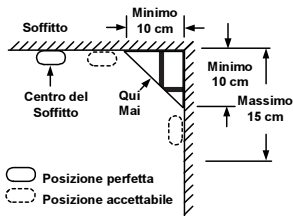

Figura 4: Posizioni perfetta e accettabile di installazione dei rivelatori di fumo e di calore
- ◆ Installare i rivelatori quanto più possibile al centro del soffitto. Se non è possibile, installarli ad almeno 10 centimetri di distanza dalle pareti della stanza come mostrato in figura 4.
- ◆ Se l'installazione a soffitto non è possibile ed in alternativa è possibile ed accettata dalle Norme vigenti nel Paese quella a parete, posizionare i rivelatori di fumo e di calore ad una distanza di 10 - 15 cm dal soffitto. Consultare la figura 4.